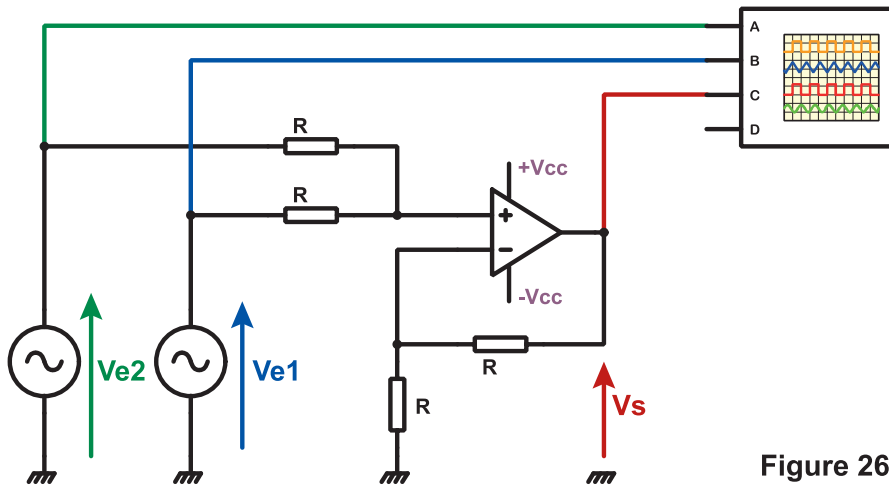

Figure 26
Le montage 4 est obtenu en appliquant une deuxième tension sur l'entrée non inverseuse du montage 3, comme l'indique la figure 26.
1.1. A l'aide d'un logiciel de simulation, d'un simulateur ou d'une maquette, câbler le montage de la figure 26.